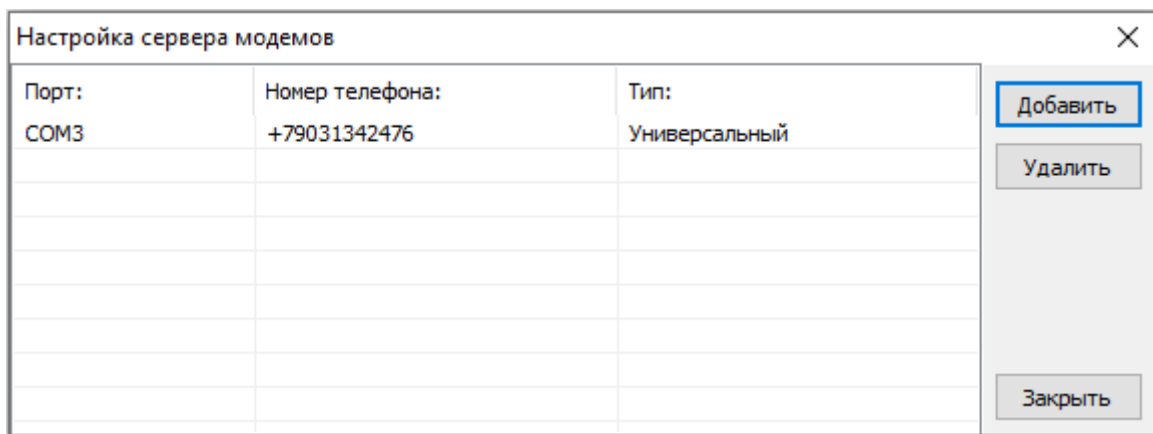

Рисунок 2 Окно настройки сервера модемов
5.2 Настройка модемного пула (коммутируемой линии связи) является первоначальной настройкой программы. Для этого из вспомогательного меню «Настройка» (главного меню программы) выбрать – «Настройка модемного пула». Появится окно настройки сервера модемов, рисунок 2.